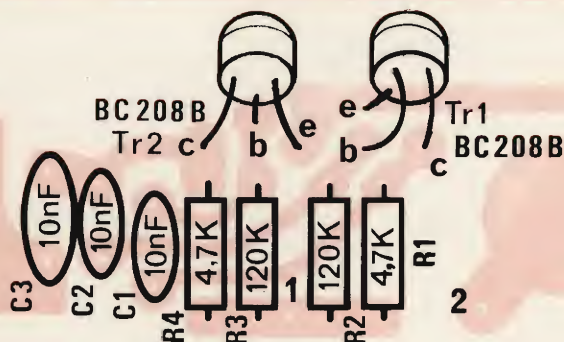

Fig. 3 - Serigrafia del circuito stampato.
- 2) Montaggio dei componenti sul circuito stampato dal lato bachelite — fig. 3 —.